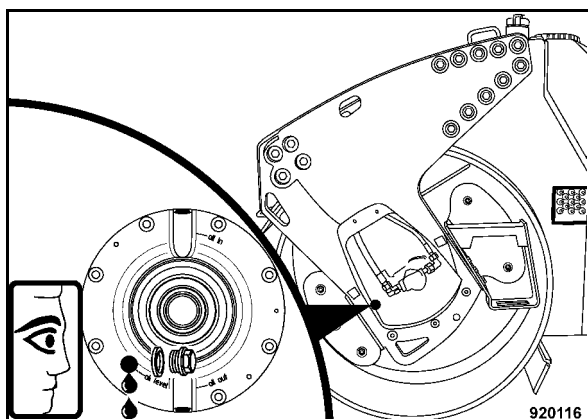

Fig. 134
- Spostare la macchina in modo che il tappo di controllo si trovi precisamente dietro il foro (Fig. 134).
- Pulire e svitare il tappo di controllo (1).